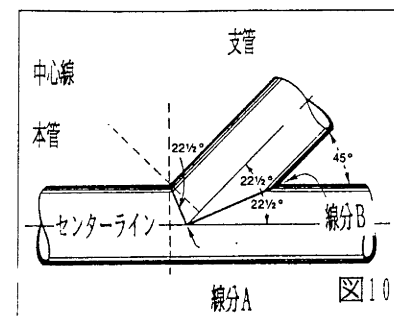

図10
①図10に示すような分岐が直角以外の場合は、まず始めに分岐の切断角度を求めます。